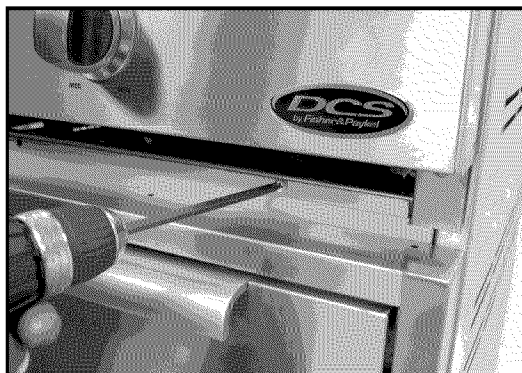

Fig. 16
5. Installez les (3) autres vis (10-24 x 1/2") sur le devant de la tête du chariot (Fig. 16).